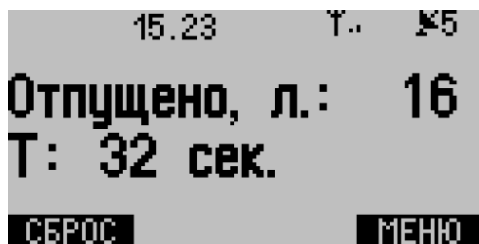
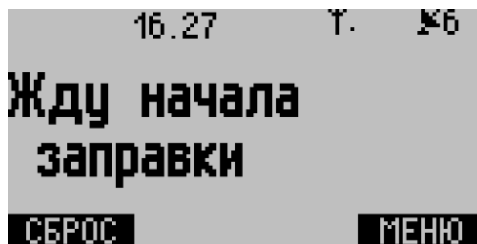

Рис.14. Показания топливозаправщика.
Рис.15. Ожидание показаний топливозаправщика.
• **Топливозаправщик** – данные, полученные с топливозаправщика по шине RS-485. В этом режиме устройство АвтоГРАФ-INFO MINI принимает с контроллера АвтоГРАФ данные устройства ПОРТ-3. Как только АвтоГРАФ-INFO MINI принимает новые данные, выводит их на рабочий экран (Рис.14). Если нет данных, то на экране отображается сообщение «Жду начала заправки» (Рис.15). При получении данных АвтоГРАФ-INFO TFT показывает на рабочем экране объем топлива (в литрах), отпущенного топливозаправщиком, и длительность заправки, в секундах (например, T: 32 сек).